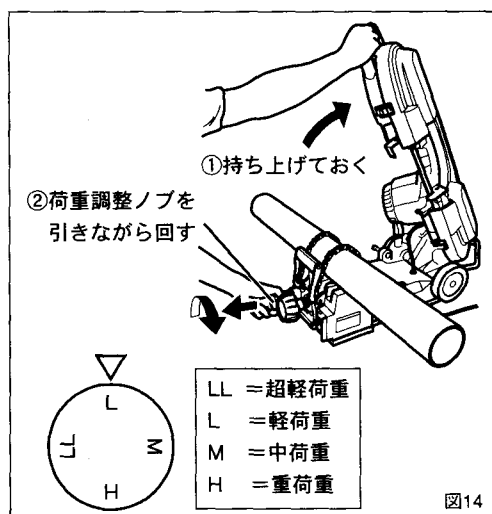

図14
1. 切断荷重の調整 (図14)
- ①フレームを最上部まで持ち上げます。
- ②荷重調整ノブを引きながら回し、切断材料に合った荷重に合わせます。
- ③持ち上げていたフレームをゆっくりと下ろします。